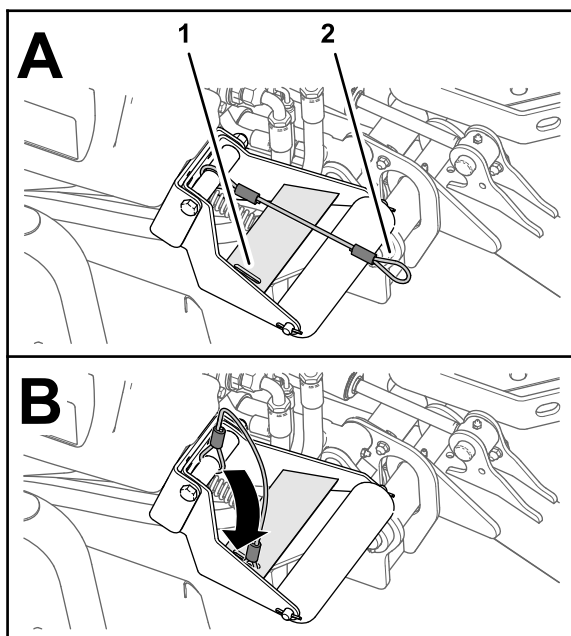

Рисунок 34
4. При опущенных режущих блоках вставьте петлю стропа в паз усиливающей пластины опоры валика (Рисунок 34).